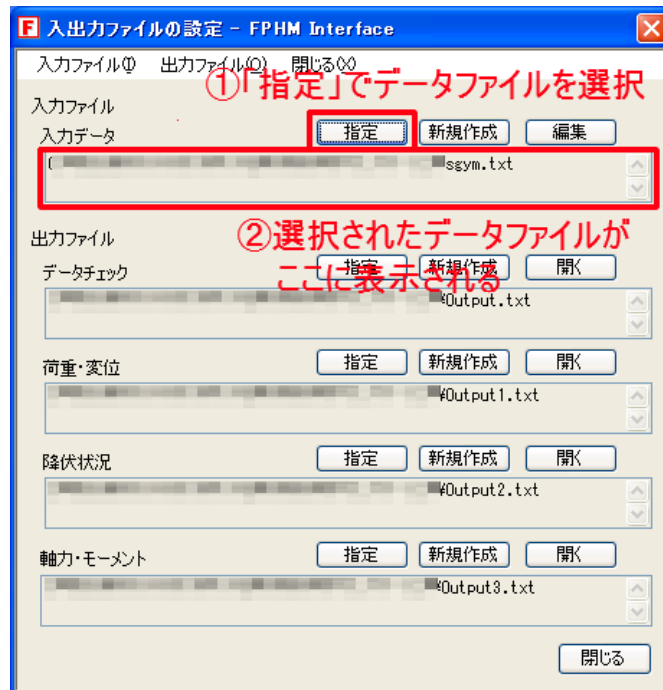

図 13. 入力データファイルの「指定」で、座標取得で作成したデータファイルを指定する。
4. の座標取得とその保存が完了したら、メインメニュー (p. 6) の「入出力」をクリックして、ファイル指定画面 (図 13) を呼び出してください。